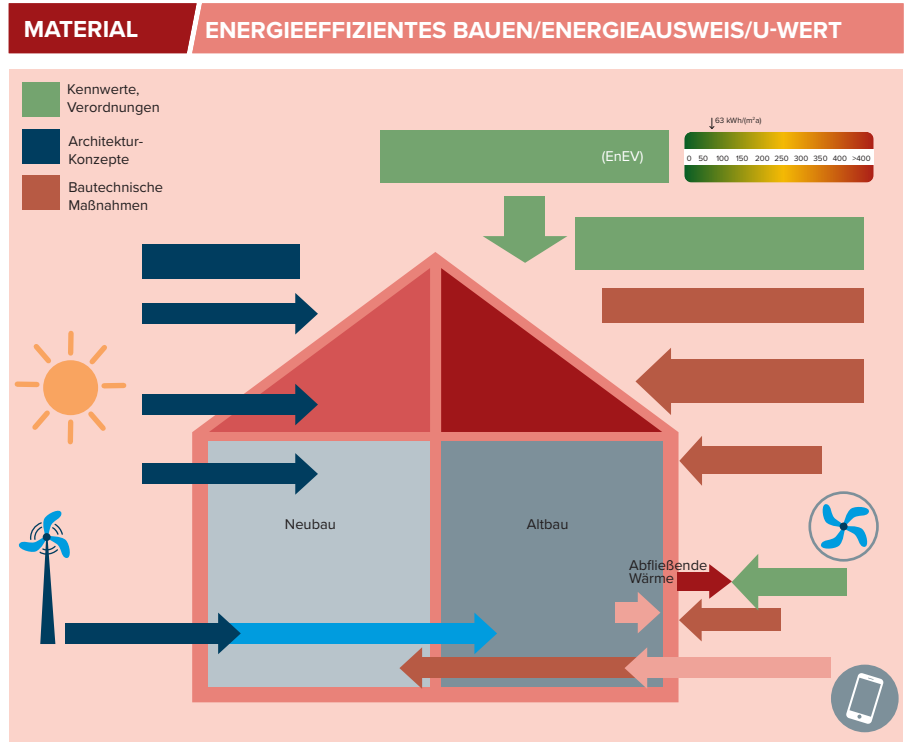

Abbildung 2
- Trage die im Text fett gedruckten Begriffe in die zugehörigen Pfeile und Kästen in Abbildung 2 ein. Beachte: Die architektonischen Maßnahmen treffen eher für Neubauten zu. Die Bautechnik kommt auch bei Altbauten zum Einsatz.